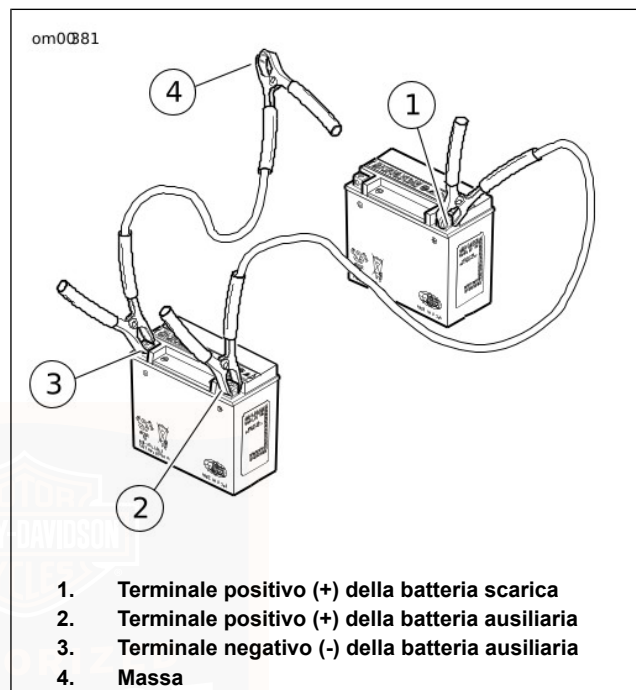

Figura 69. Collegamenti per l'avviamento con cavi ponte
1. Vedere Figura 69. Collegare un'estremità del cavo ponte al terminale positivo della batteria SCARICA (1).
2. Collegare l'altra estremità dello stesso cavo al terminale positivo della batteria AUSILIARIA (2).